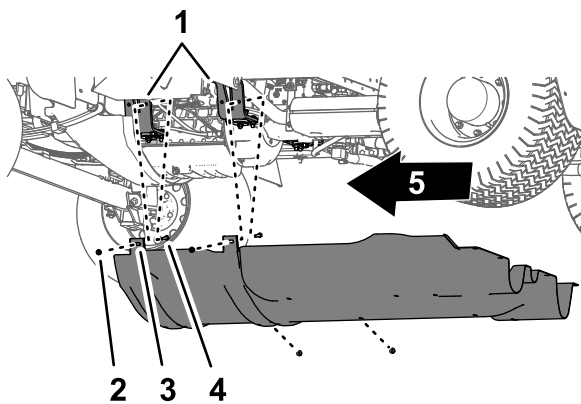

Bild 65
- Nehmen Sie die vier Sicherungsbundmutter (5/16") von den Schrauben und der Schlossschraube ab, mit denen die Befestigungsösen der Fahrwerkabdeckung an den Befestigungshalterungen des Motors der Maschine befestigt sind (Bild 65).
- Nehmen Sie die Fahrwerkabdeckung von der Maschine ab (Bild 64 und Bild 65).
- Fluchten Sie die Fahrwerkabdeckung mit dem unteren Chassis der Maschine aus, siehe Bild 65 in Entfernen der Fahrwerkabdeckung (Seite 55).
- Schieben Sie die Befestigungsnasen der Fahrwerkabdeckung über die Schrauben und die Schlossschraube an den Motorbefestigungshalterungen der Maschine, siehe Bild 65 in Entfernen der Fahrwerkabdeckung (Seite 55).
- Befestigen Sie die Fahrwerkabdeckung mit den vier Sicherungsbundmutter (5/16"), die Sie in Schritt 2 von Entfernen der Fahrwerkabdeckung (Seite 55) entfernt haben, an den Befestigungshalterungen des Motors (Bild 65).